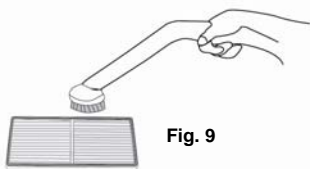

Fig. 9
3. Para limpiar el filtro permanente tipo HEPA, use únicamente una aspiradora con un cepillado accesorio. Aspire el lado sucio del filtro únicamente, y entre los pliegues del filtro permanente tipo HEPA con mucho cuidado. (Fig. 9)